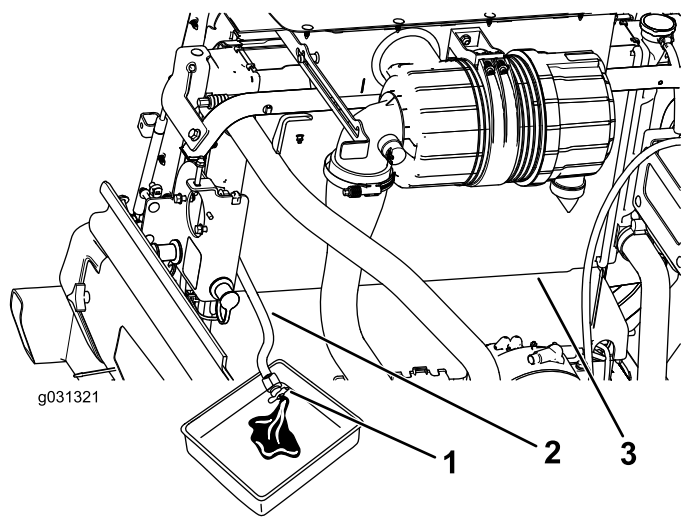

Figura 118
3. Coloque la manguera de vaciado del radiador en un recipiente de drenaje, abra la válvula de vaciado de la manguera del radiador, y vacíe el fluido en el recipiente de drenaje (Figura 118).
- 4. Cierre la válvula de la manguera de vaciado del radiador (**Figura 118**).